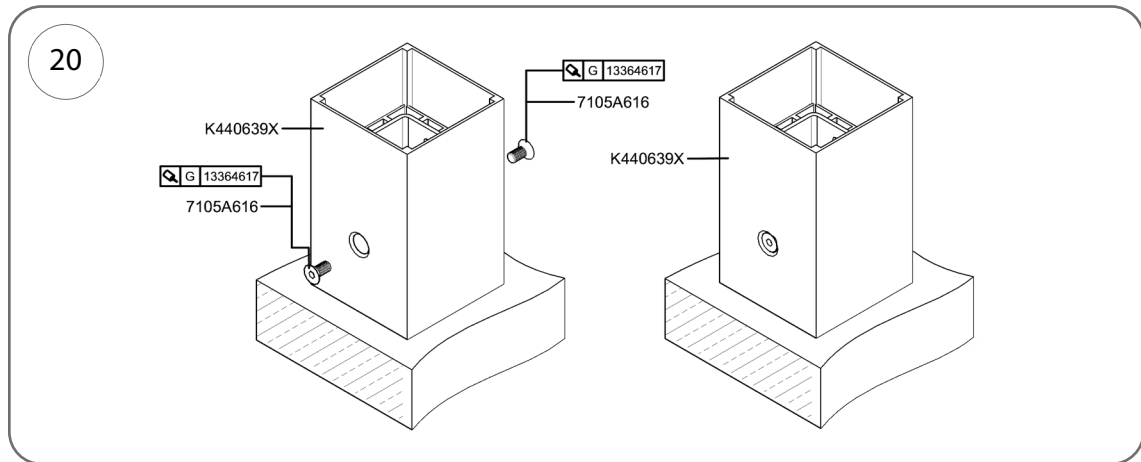

Abb. 20
1. Jede Säule mit der Kat.-Nr. K440639X mit 2 Inbusschrauben mit der Kat.-Nr. 7105A616 (M12 x 30 mm) an der Konsole befestigen, die Schrauben mit Gewindedichtmittel mit der Kat.-Nr. 13364618 beschichten (abb. 20).